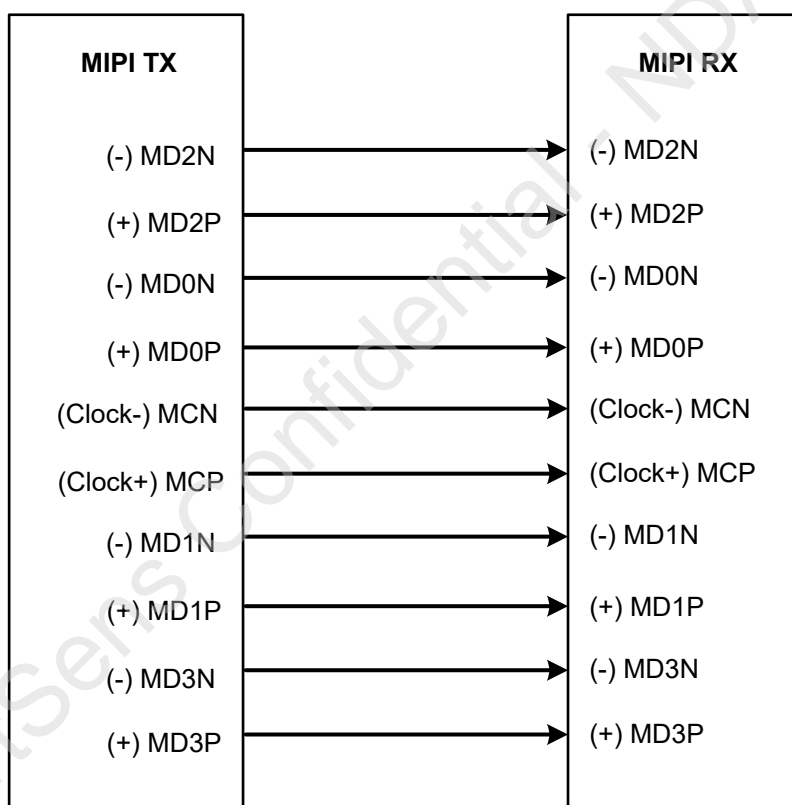
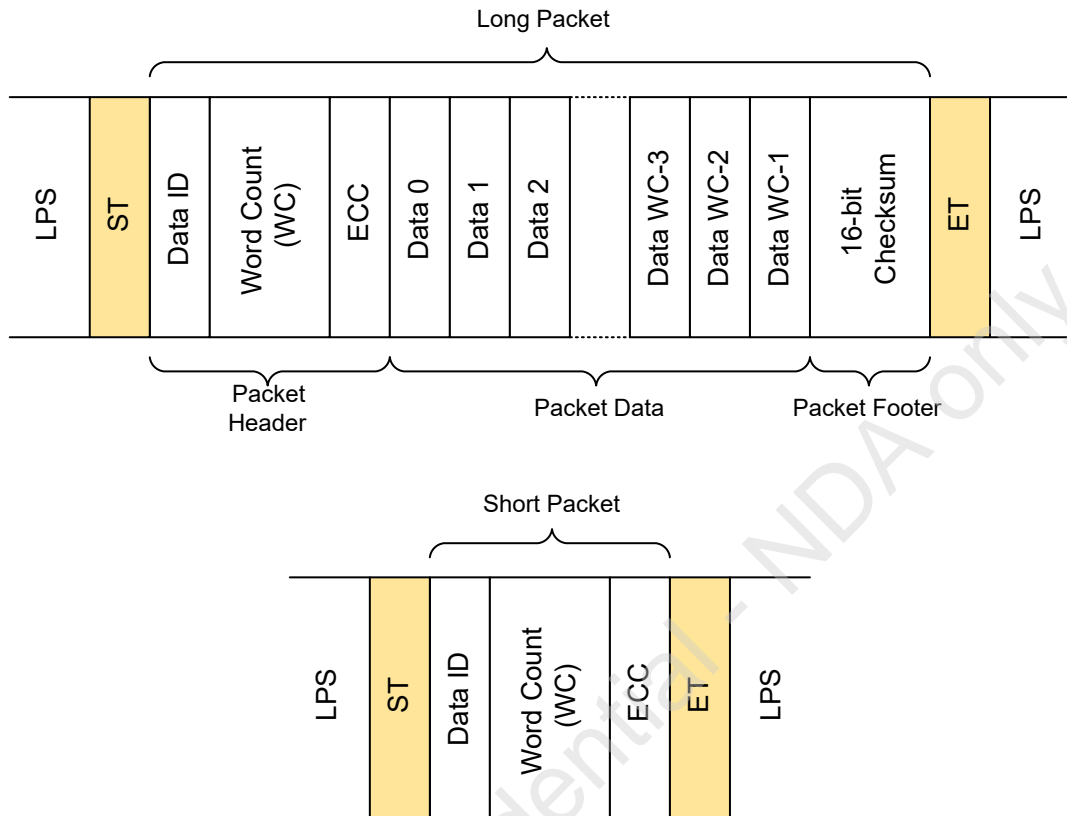
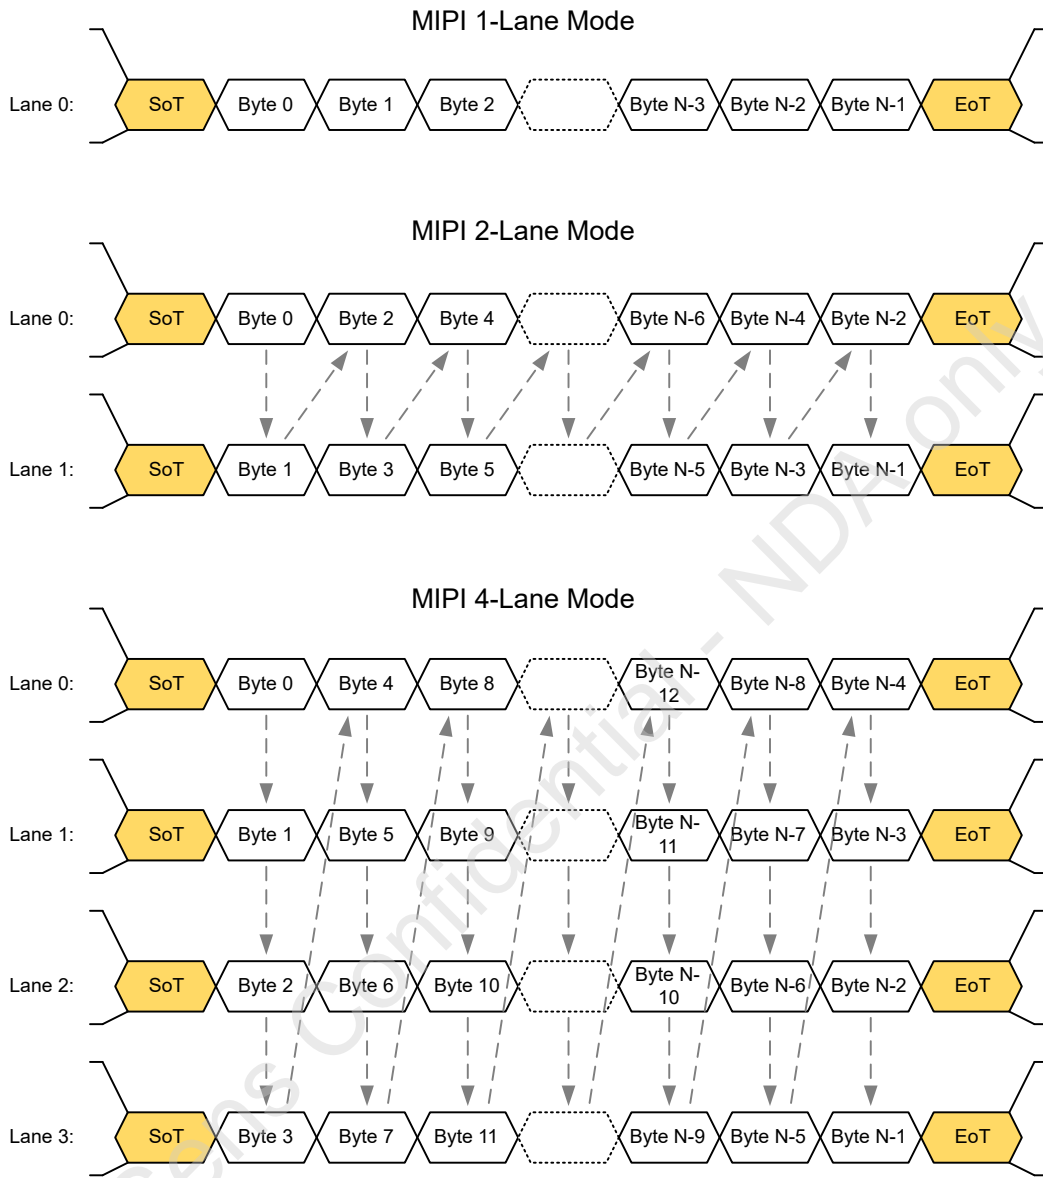
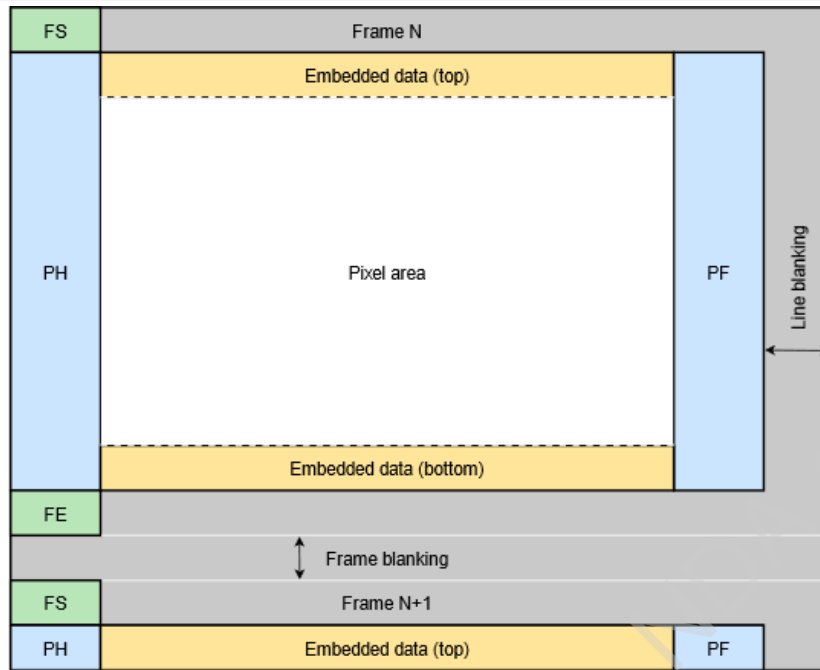

图 1-6 MIPI接口示意图
图 1-8 MIPI长/短数据包结构示意图
图 1-9 MIPI 1/2/4lane模式数据包传输示意图
图 1-11 MIPI帧结构
图 1-8 展示了MIPI长、短数据包结构示意图。其中数据标识DI(Data Identifier)用来区分不同的数据包类型。图 1-9 展示了MIPI工作在1lane、2lane和4lane模式下的数据包传输示意图。中，DI包括两部分，分别是虚拟通道 (VC) 和数据类型 (DT)。默认情况下，Sensor给出的MIPI数据VC值都是0，而DT值如图 1-6 所示。图 1-11 输出数据帧结构包含帧起始 (FS)、帧结束 (FE)、包头 (PH)、包尾 (PF)、嵌入行 (Embedded data) 等信息。